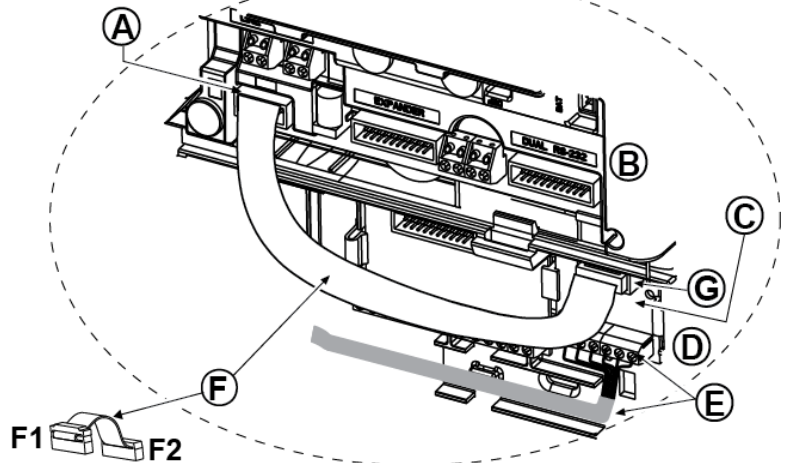

Figura 4.8 - Montaggio del modulo PGM-5
Montare il modulo PGM-5 come mostrato in Figura 4.8.
Attenzione! Durante l'installazione del modulo PGM-5 si consiglia vivamente di disporre il cavo (E) come mostrato in Figura 4.8 per evitare interferenze che potrebbero verificarsi se il cavo passa troppo vicino alle antenne della centrale.